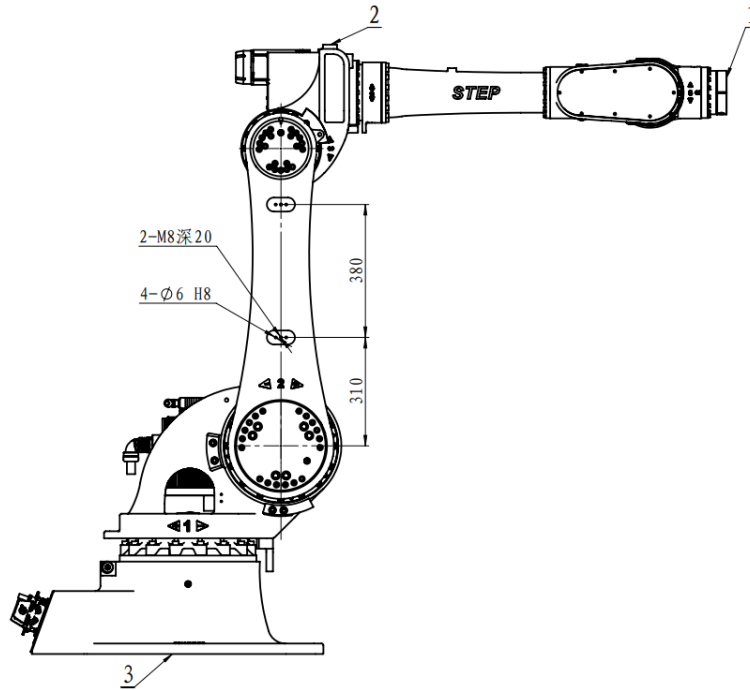

图 3-5 SR70/2180 大臂辅助安装孔尺寸图
2. SR70/2180 大臂辅助安装孔尺寸如图 3-5 所示。